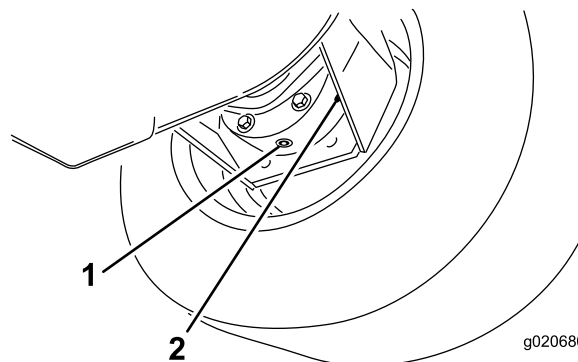

Figura 90
3. Coloque o recipiente de escoamento por baixo da caixa do travão, retire o tampão e deixe o óleo escorrer para o recipiente (Figura 90).